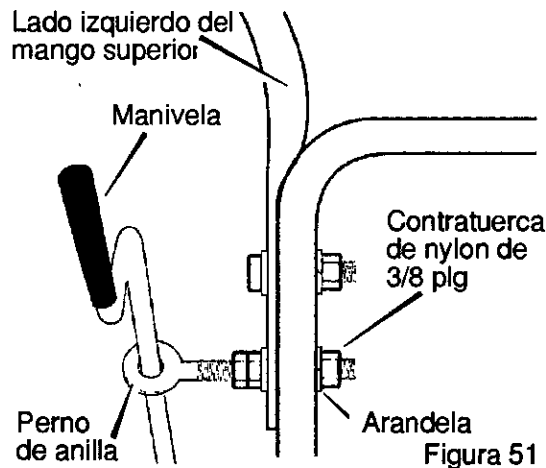

Figura 51
4. Retire los sujetadores y el perno de anilla de los agujeros inferiores del mango inferior. Vea la Figura 51.